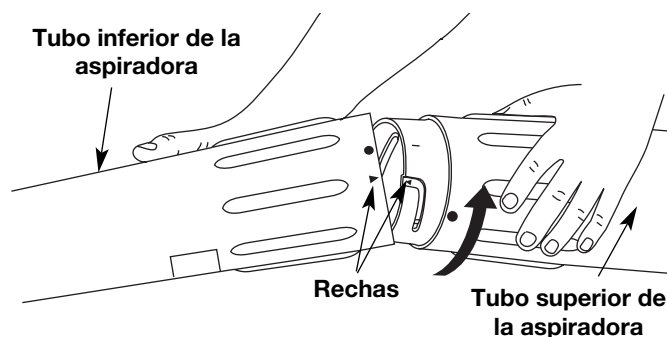

Fig. 3
1. Alinee la flecha del tubo de succión inferior con la flecha del tubo de succión superior (Fig. 3).